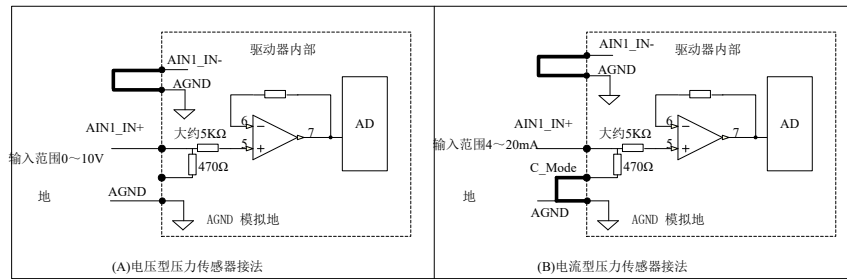

图 2-13 外部模拟量与驱动器的接线图
外部模拟量为电压信号 (0 ~ +10V) 时, 接法如图 2-13 中 (A) 所示; 当为电流信号 (4mA ~ 20mA) 时, 接法如图 2-13 (B) 所示。